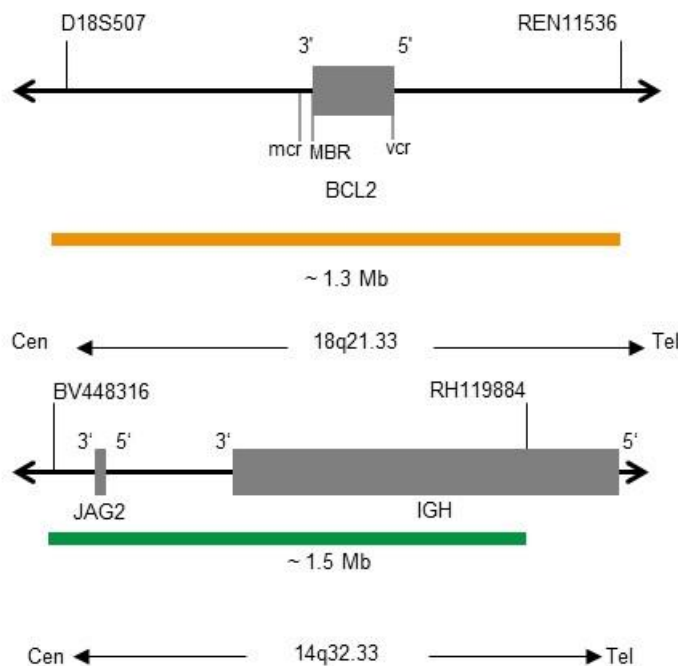

Fig. 1 : En haut : Carte de la sonde SPEC BCL2 ; En bas : Carte de la sonde SPEC IGH (pas à l'échelle)
- Polynucléotides marqués au ZyOrange (excitation 547 nm/émission 572 nm) (~6 ng/ μ l), qui ciblent une séquence de 18q21.33* (chr18:60,180,078-61,507,691) hébergeant la région du gène BCL2 (voir figure 1).
- Polynucléotides marqués au ZyGreen (excitation 503 nm/émission 528 nm) (~12 ng/ μ l), qui ciblent une séquence de 14q32.33* (chr14:105,462,169-106,995,000) hébergeant le locus IGH (voir figure 1).